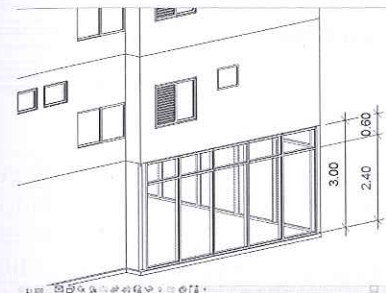

Figura 15.66 – Pontos de referência da cota.
- Clique na aba **Anotar > Cota > Alinhada** e marque os pontos da cota, como na Figura 15.66.